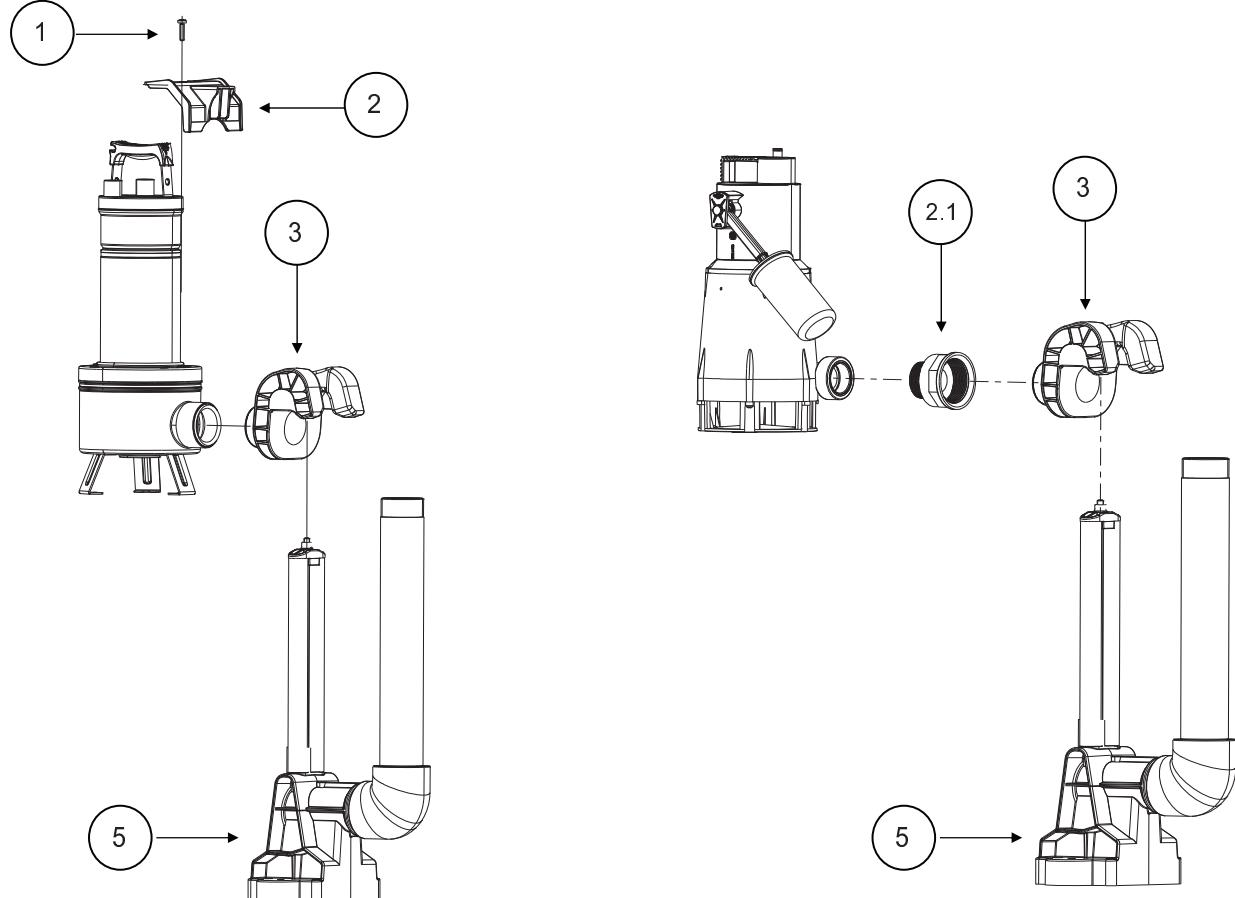

Fig. 7
- Extrageți dispozitivul (3) de la piciorul de cuplare (5).
- Pentru FEKA 600: Înșurubați în special racord 2" F-1"1/4 M (2.1) la dispozitivul de ridicare (3) la pompa (a se vedea fig. 7)
- înșubați dispozitivul (3) la corpul pompei (a se vedea fig. 7)
- Indepărtați șurubul (1) de la corpul pompei..
- Asamblați suportul antirotare (2) pe dispozitiv și apoi reînșurubați șurubul (1)